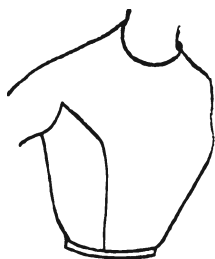

Рис. 710
- Рукав составляет единое целое с основной частью лифа, с которой соединяется под рукой по линии проймы (рис. 710).